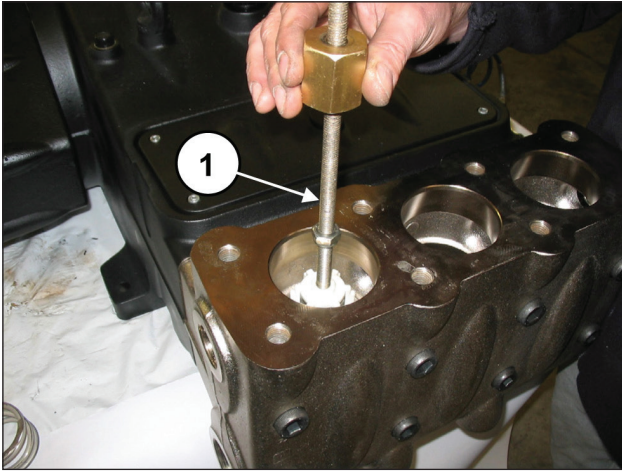

Fig. 92
Extraire le groupe de soupapes en utilisant un extracteur à masselotte à appliquer sur le trou M10 du guide de soupape (rep. ①, Fig. 92).